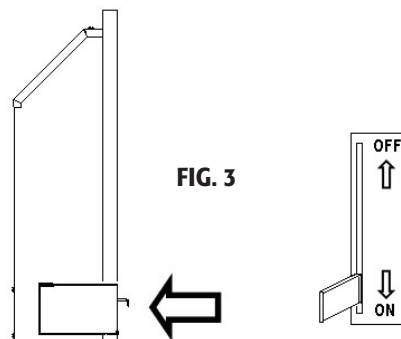

FIG. 3
- 3) Empuje el soporte para quemador y el quemador dentro de la chimenea hasta que el soporte para quemador se introduzca por completo. A continuación, tire de la palanca de cierre de seguridad hacia abajo hasta la posición "ON" (Encendido). Vea la fig. 3.